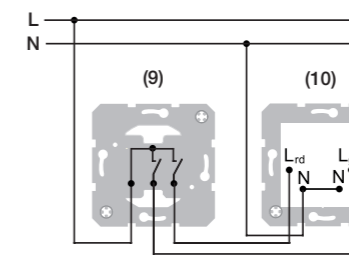

Bild 3: Anschlussbeispiel LED-Signallicht, rote/grüne Beleuchtung
- LED-Signallicht nach Anschlussbeispiel (Bild 3) anschließen. Statt des Serienschalters (9), über den beide Farben separat zu schalten sind, kann auch ein Wechselschalter verwendet werden, der lediglich ein Umschalten der beiden Farben ermöglicht: